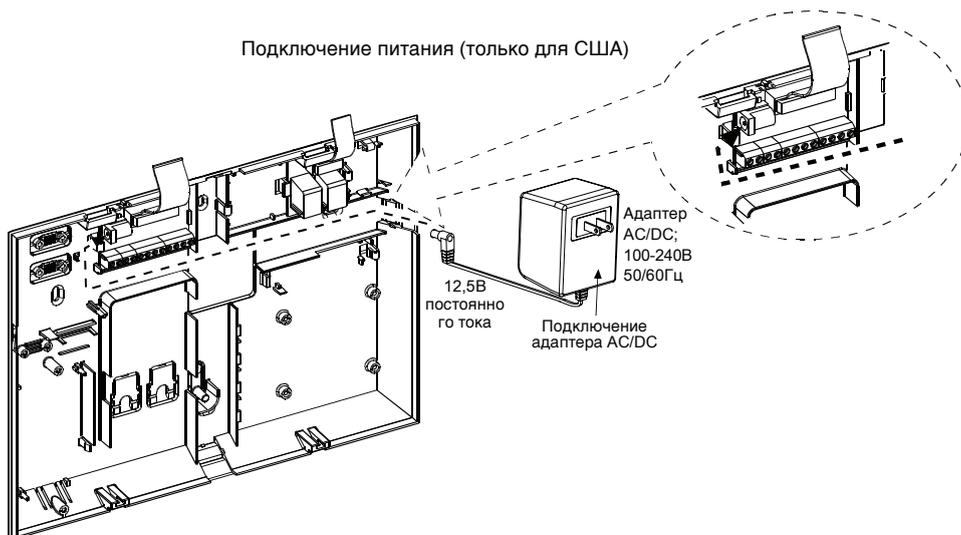

Рисунок 3.1g – Подключение адаптера AC/DC
Временно подключите питание к PowerMax Pro (рисунок 3.1G). Также возможно просто подключить аккумулятор, как показано на рисунке 3.1C.
- прямым подключением источника питания постоянного тока 12.5В к плате расширителя (см. рисунок 3.1g)